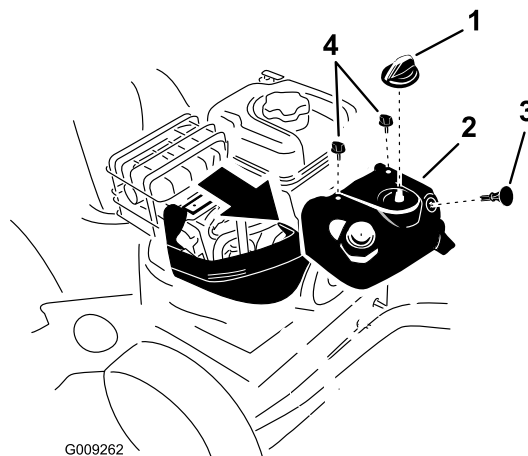

Figure 46
Remarque: Vous devez retirer le capot anti-neige supérieur pour accéder à la bougie d'allumage (Figure 46).
1. Enlevez la commande de starter et la clé de contact (Figure 46).
2. Enlevez les 2 vis qui fixent le capot anti-neige à la machine (Figure 46).